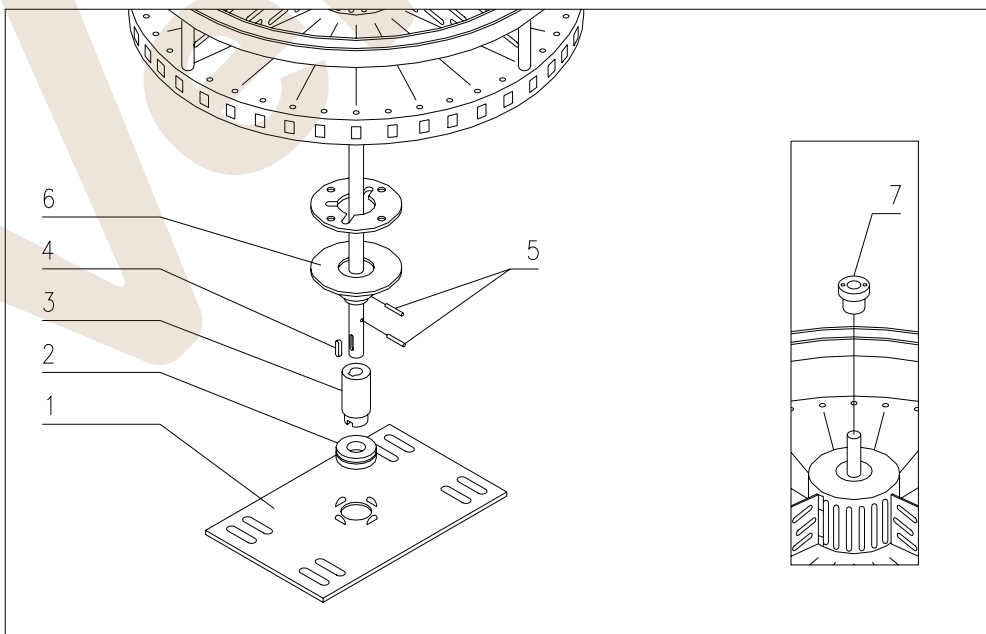

FIG. 15
### 9.6 PROCEDIMIENTO PARA LA EXTRACCIÓN DE LA COLUMNA DE DISCOS FIJOS FIG. 15
- 6) Desatornillar la plancha porta cojinete y quitar todo (part.1-2-3 FIG. 15). Marcar unos puntos de referencia alrededor de la plancha para luego colocar todo nuevamente en la posición original.
- 7) Mover la columna hacia el fondo de la máquina para que el eje de la misma salga del casquillo de plástico (part. 7 FIG. 15)
- 9) Quitar la chaveta (part. 4 FIG. 15), las espigas (part. 5 FIG. 15) que fijan los casquillos de arrastre (part. 6 FIG. 15) y sacar los discos.